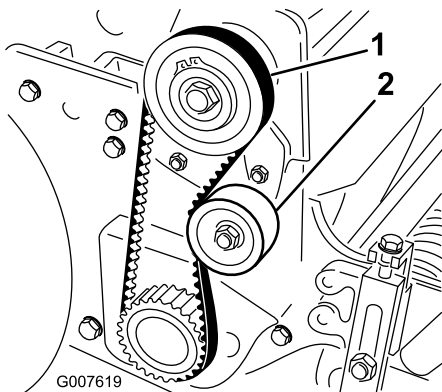

Figura 37
2. Verifique a tensão pressionando a correia a meio curso entre as polias (**Figura 37**) com uma força de 18 a 22 N. A correia deverá fletir-se 6 mm.
- A. Desaperte a porca de montagem da polia intermédia e incline-a para o lado de trás da correia até que obtenha a tensão desejada da correia (**Figura 37**).